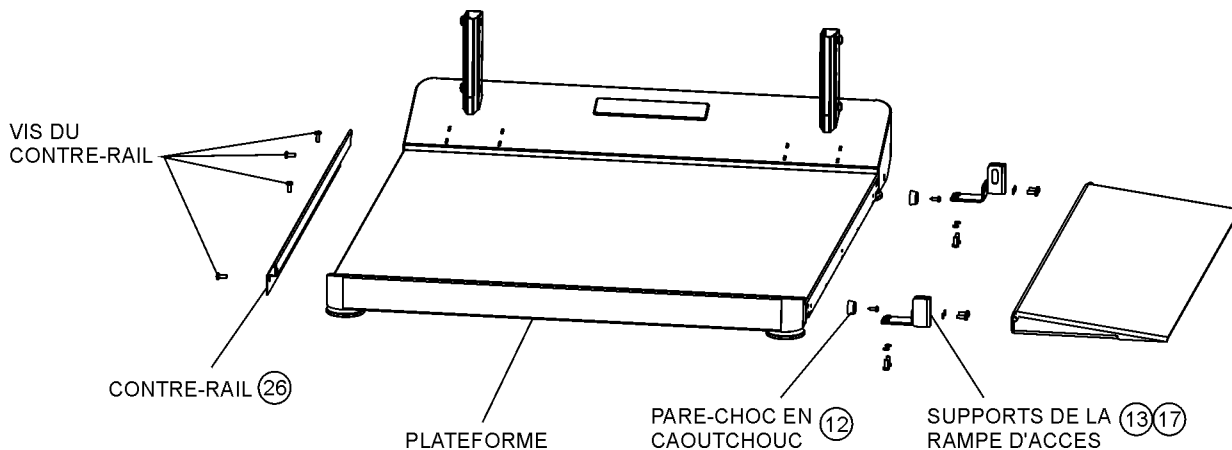

Figure 4. Retrait de la rampe d'accès
1. Retirez le contre-rail situé au bout de la plateforme en desserrant les 4 vis (cf. Figure 4).